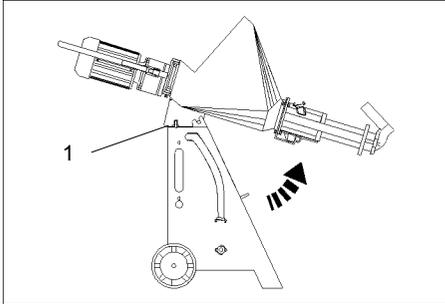

FIG.30 (Inserimento asta nel pulitore)
- 2) Inserire nel tubo trasporto materiale le due palline in gommaspugna in dotazione (FIG.30-Rif.4);